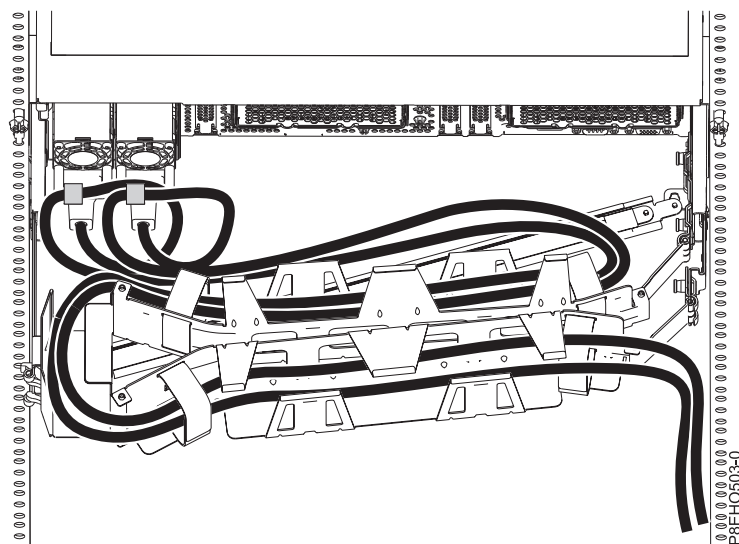
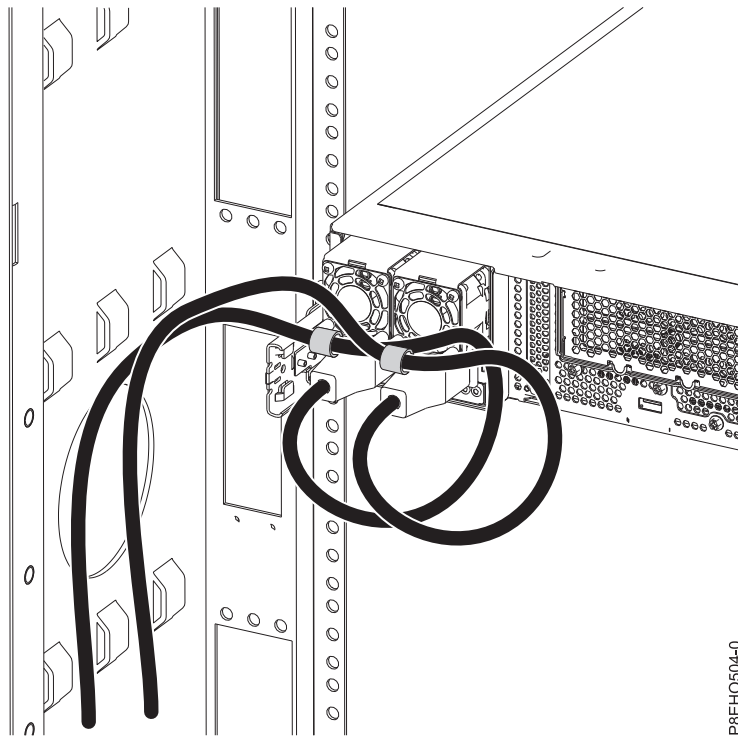

図 51. ケーブル・マネジメント・アームで配線する電源コードのループ：電源コードは反時計方向にループして右側に配線します。
図 52. 側壁に沿って配線する電源コードのループ：電源コードは反時計方向にループして左側に配線します。
3. 電源コードをループ状に配線して、電源装置ハンドルに接続します。電源コードをどのようにループさせるかに注意してください。ループの直径は必ず 5 cm 以上に維持してください。2 つのタイプのループを使用します (詳しくは、図 51 および 75 ページの図 52 を参照)。面ファスナーを使用して電源コードを電源装置のハンドルに留めます。